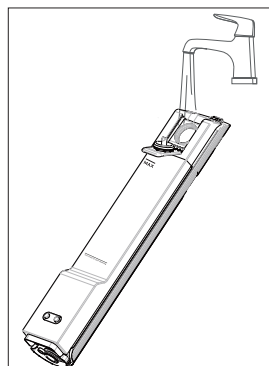

Fig. 7 – Riempimento del serbatoio dell'acqua
- ▶ Riempire il serbatoio dell'acqua pulita con acqua del rubinetto pulita. Non usare acqua calda o bollente per riempire il serbatoio dell'acqua pulita. **(vedere Fig. 7)**